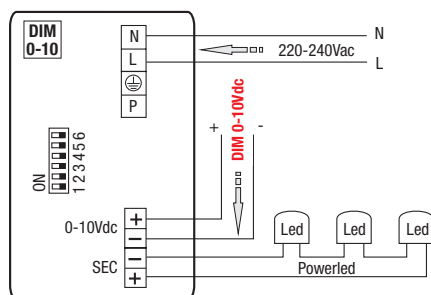

Fig. 3 - RN9168
B - Funzione PUSH (P) - Fig. 3 - tramite pulsante NA. Con una pressione breve si ottengono accensione e spegnimento, con una pressione prolungata si ottiene la regolazione.
B - PUSH function (P) - Fig. 3 - by means of NO button. By briefly pressing the button the system turns on and off, by holding it pressed it is possible to carry out regulations